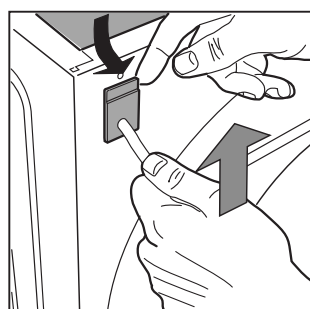

Fig. 3
4. Aleja ligeramente la parte superior del pasacable respecto del respaldo, tira el cable de alimentación hacia arriba y extráelo [fig. 3]. Para conectar el nuevo cable efectúa las operaciones re-